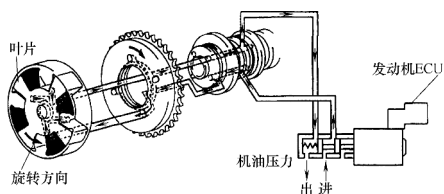

图 1-104 相位延迟
(2) **延迟** 由发动机 ECU 所控制的凸轮轴正时机油控制阀所放置的位置, 在图 1-104 所示的状态时, 油压作用于气门正时延迟侧的叶片室, 使进气凸轮轴向气门正时的延迟方向旋转。